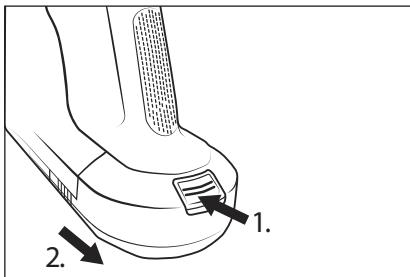

Fig. 13
- ◆ Pour retirer la batterie **②** de l'appareil, maintenez la touche de déverrouillage de la batterie **①** enfoncée et retirez la batterie **②** de l'appareil (voir fig. 13).